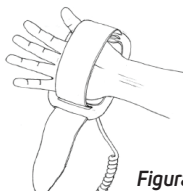

Figura 5
7. Coloque el transductor sobre una superficie estable con la parte almohadillada mirando hacia arriba. (Figura 5)